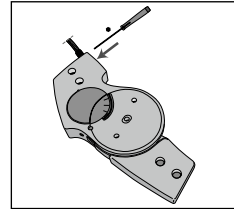

Fig. 8
7. Afloje el tornillo de seguridad de punta cónica del lateral de la articulación, dos vueltas bastarán (véase la fig. 8). No retire el tornillo de la articulación.
18. Vuelva a apretar el tornillo de seguridad del punto cónico en la articulación (**véase la fig. 8**).